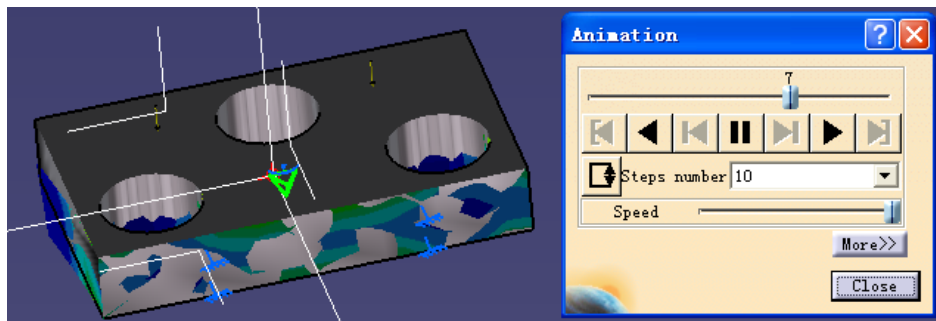

图 6-17
□ 显示动画的命令  (在窗口下面的工具条中), 如图 6-17。